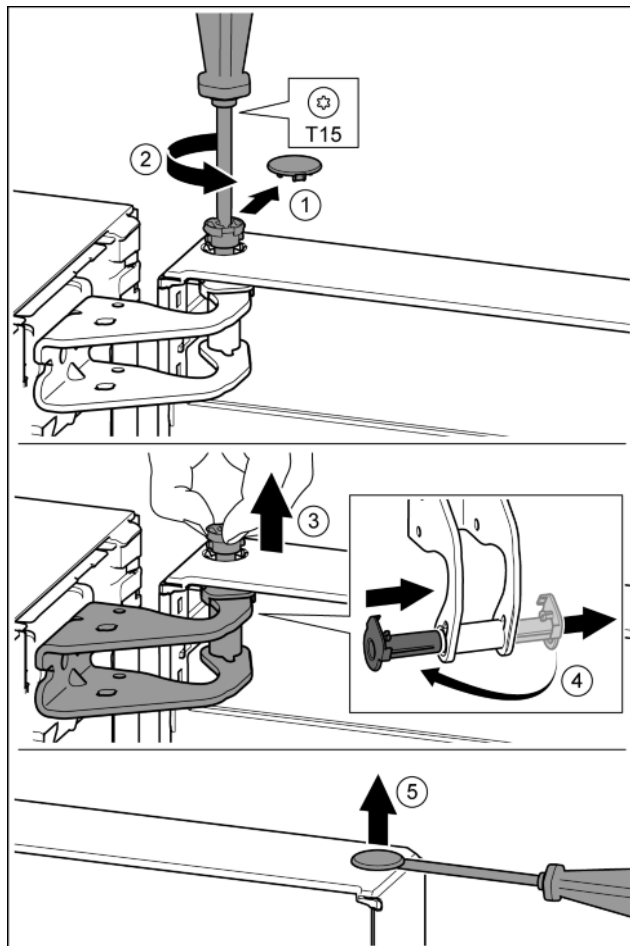

Fig. 13
- Bezpečnostní kryt opatrně stáhněte. Fig. 13 (1)
- Šroubovákem T15 o kousek vyšroubujte čep. Fig. 13 (2)
- Dveře držte a čep vytáhněte prsty. Fig. 13 (3)
- Vytáhněte ložiskové pouzdro z vedení. Vložte z druhé strany a zaklapněte. Fig. 13 (4)
- Plochým šroubovákem opatrně nadzvedněte zátku z ložiskového pouzdra dveří a vytáhněte ji. Fig. 13 (5)